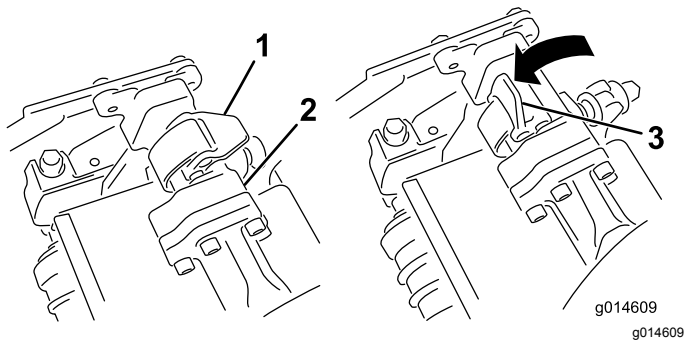
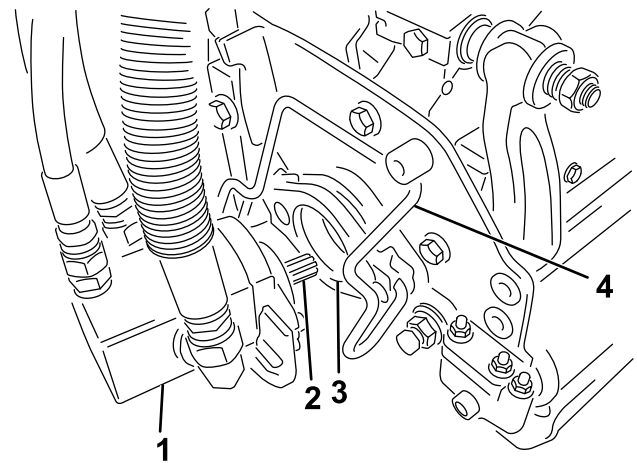

Bild 45
Bild 46
3. Die Riegel an der Aufhängearmstange müssen nach oben zeigen (d. h. offen) (Bild 45); drücken Sie den Aufhängearm dann so nach unten, dass die Stange über die Stange an der Oberseite der Schneideinheit passt (Bild 46).
- Drücken Sie die Riegel nach unten um die Schneideinheitstange herum und arretieren sie (Bild 45).
4. Öffnen Sie die Riegel an der Aufhängearmstange der Schneideinheit, die Sie entfernen möchten (Bild 45).